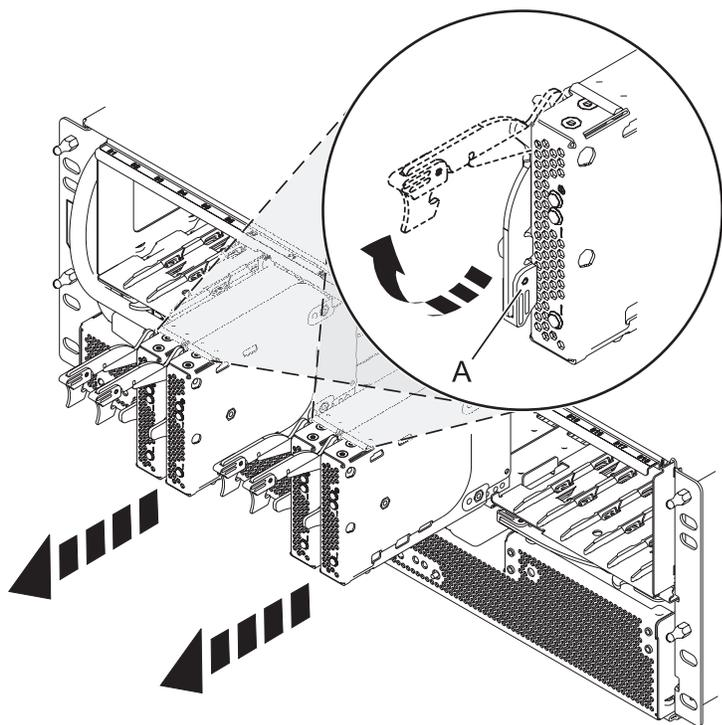

Figura 93. Extracción de la tarjeta de puerto de la placa posterior
5. Extraiga las tarjetas de puerto y los paneles de relleno como se muestra en Figura 93.
- a. Sujete la parte final del asa de retención (A) y tire hacia arriba, para desbloquear la tarjeta del puerto.